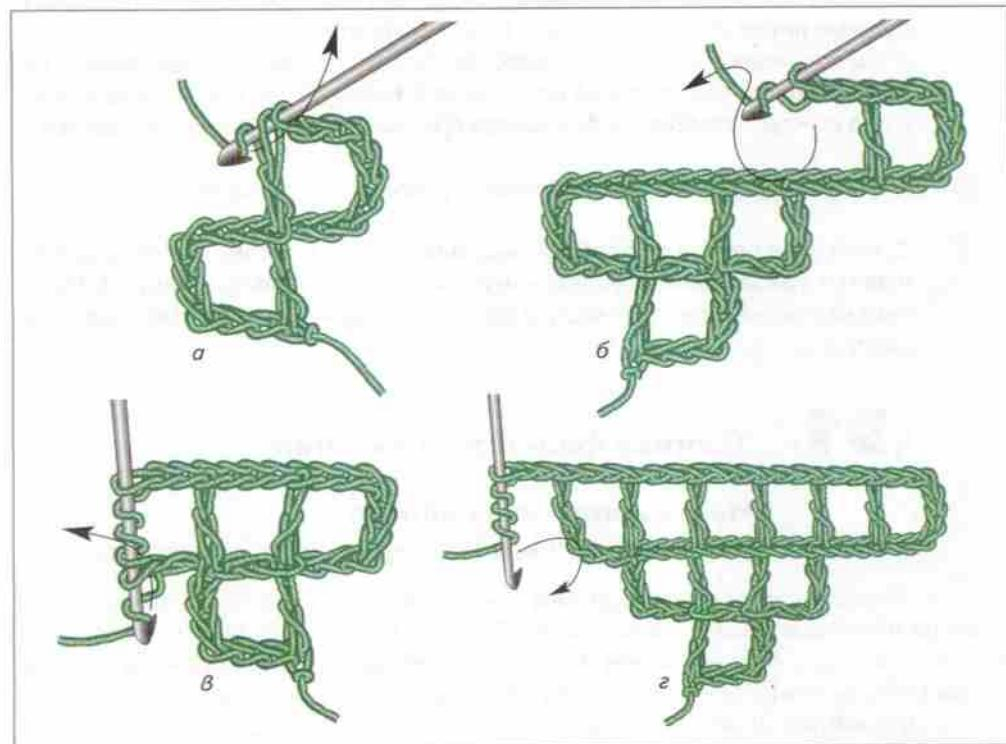

Рис. 81. Приёмы изменения длины ряда: а—г — последовательность операций
**Приёмы увеличения и уменьшения ячеек в ряду.** При добавлении одной ячейки в начале ряда вяжут 8 воздушных петель и вывязывают столбик из крайнего столбика предыдущего ряда (рис. 81, а). Если в начале ряда необходимо добавить несколько ячеек, то для каждой ячейки провязывают 3 воздушные петли и 8 воздушных петель для крайней ячейки и провязывают столбик в 9-ю воздушную петлю от конца (рис. 81, б).
При добавлении одной ячейки в конце ряда провязывают 2 воздушные петли, столбик с 3 накидами из крайнего столбика предыдущего ряда, из которого уже был провязан последний столбик с одним накидом (рис. 81, в). При необходимости удлинения ряда на несколько ячеек для каждой ячейки провязывают 2 воздушные петли и один столбик с 3 накидами (рис. 81, г).